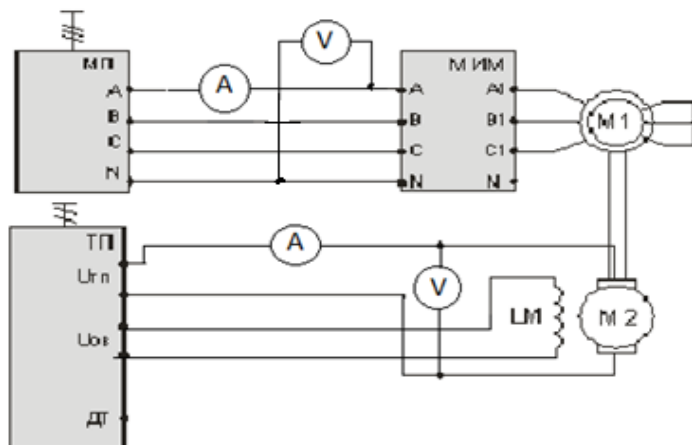

Рисунок 3.1 – Схема исследования асинхронного электродвигателя
- собрать схему (рисунок 3.1).